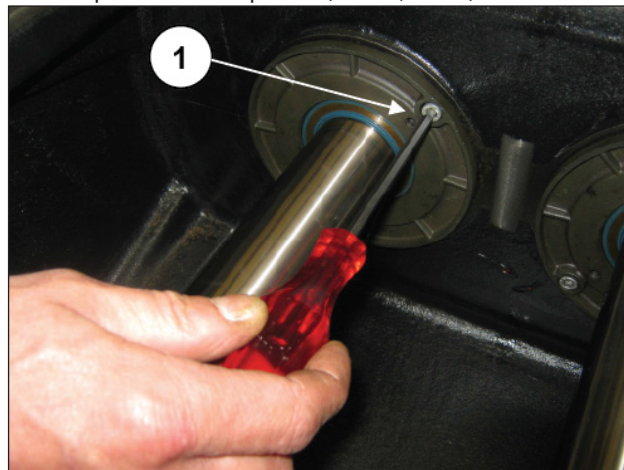

Рис. 2
Открутите два крепежных винта М6 с трех маслоотражательных крышек (поз. ①, Рис. 2).